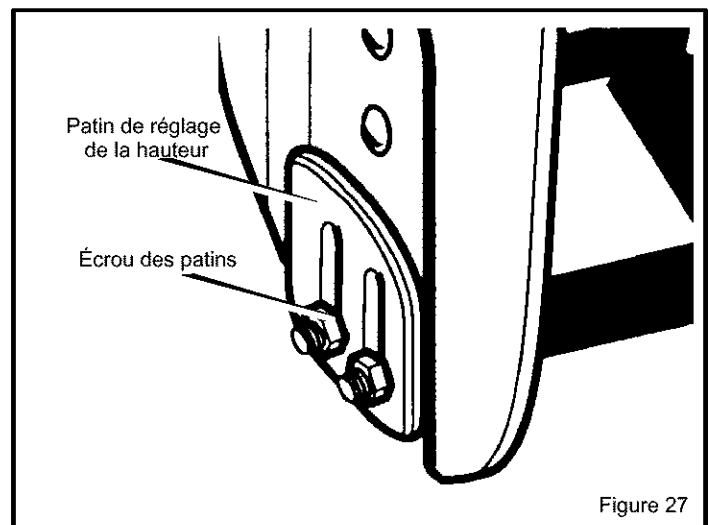

Figure 27
2. Desserrer les écrous du patin (Figure 27) et descendre le patin jusqu'à ce qu'il touche le sol. Resserrer les écrous.